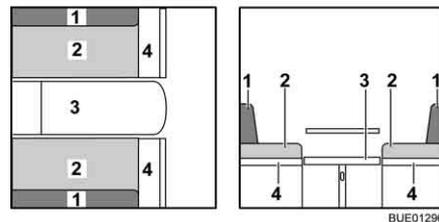

Fig. 113 Durante la transformación
- Ampliar el banco (Fig. 113,4).
- Quitar los cojines del respaldo (Fig. 113,1) y ponerlos a un lado.
- Tirar de los cojines del asiento (Fig. 113,2) hacia el centro.